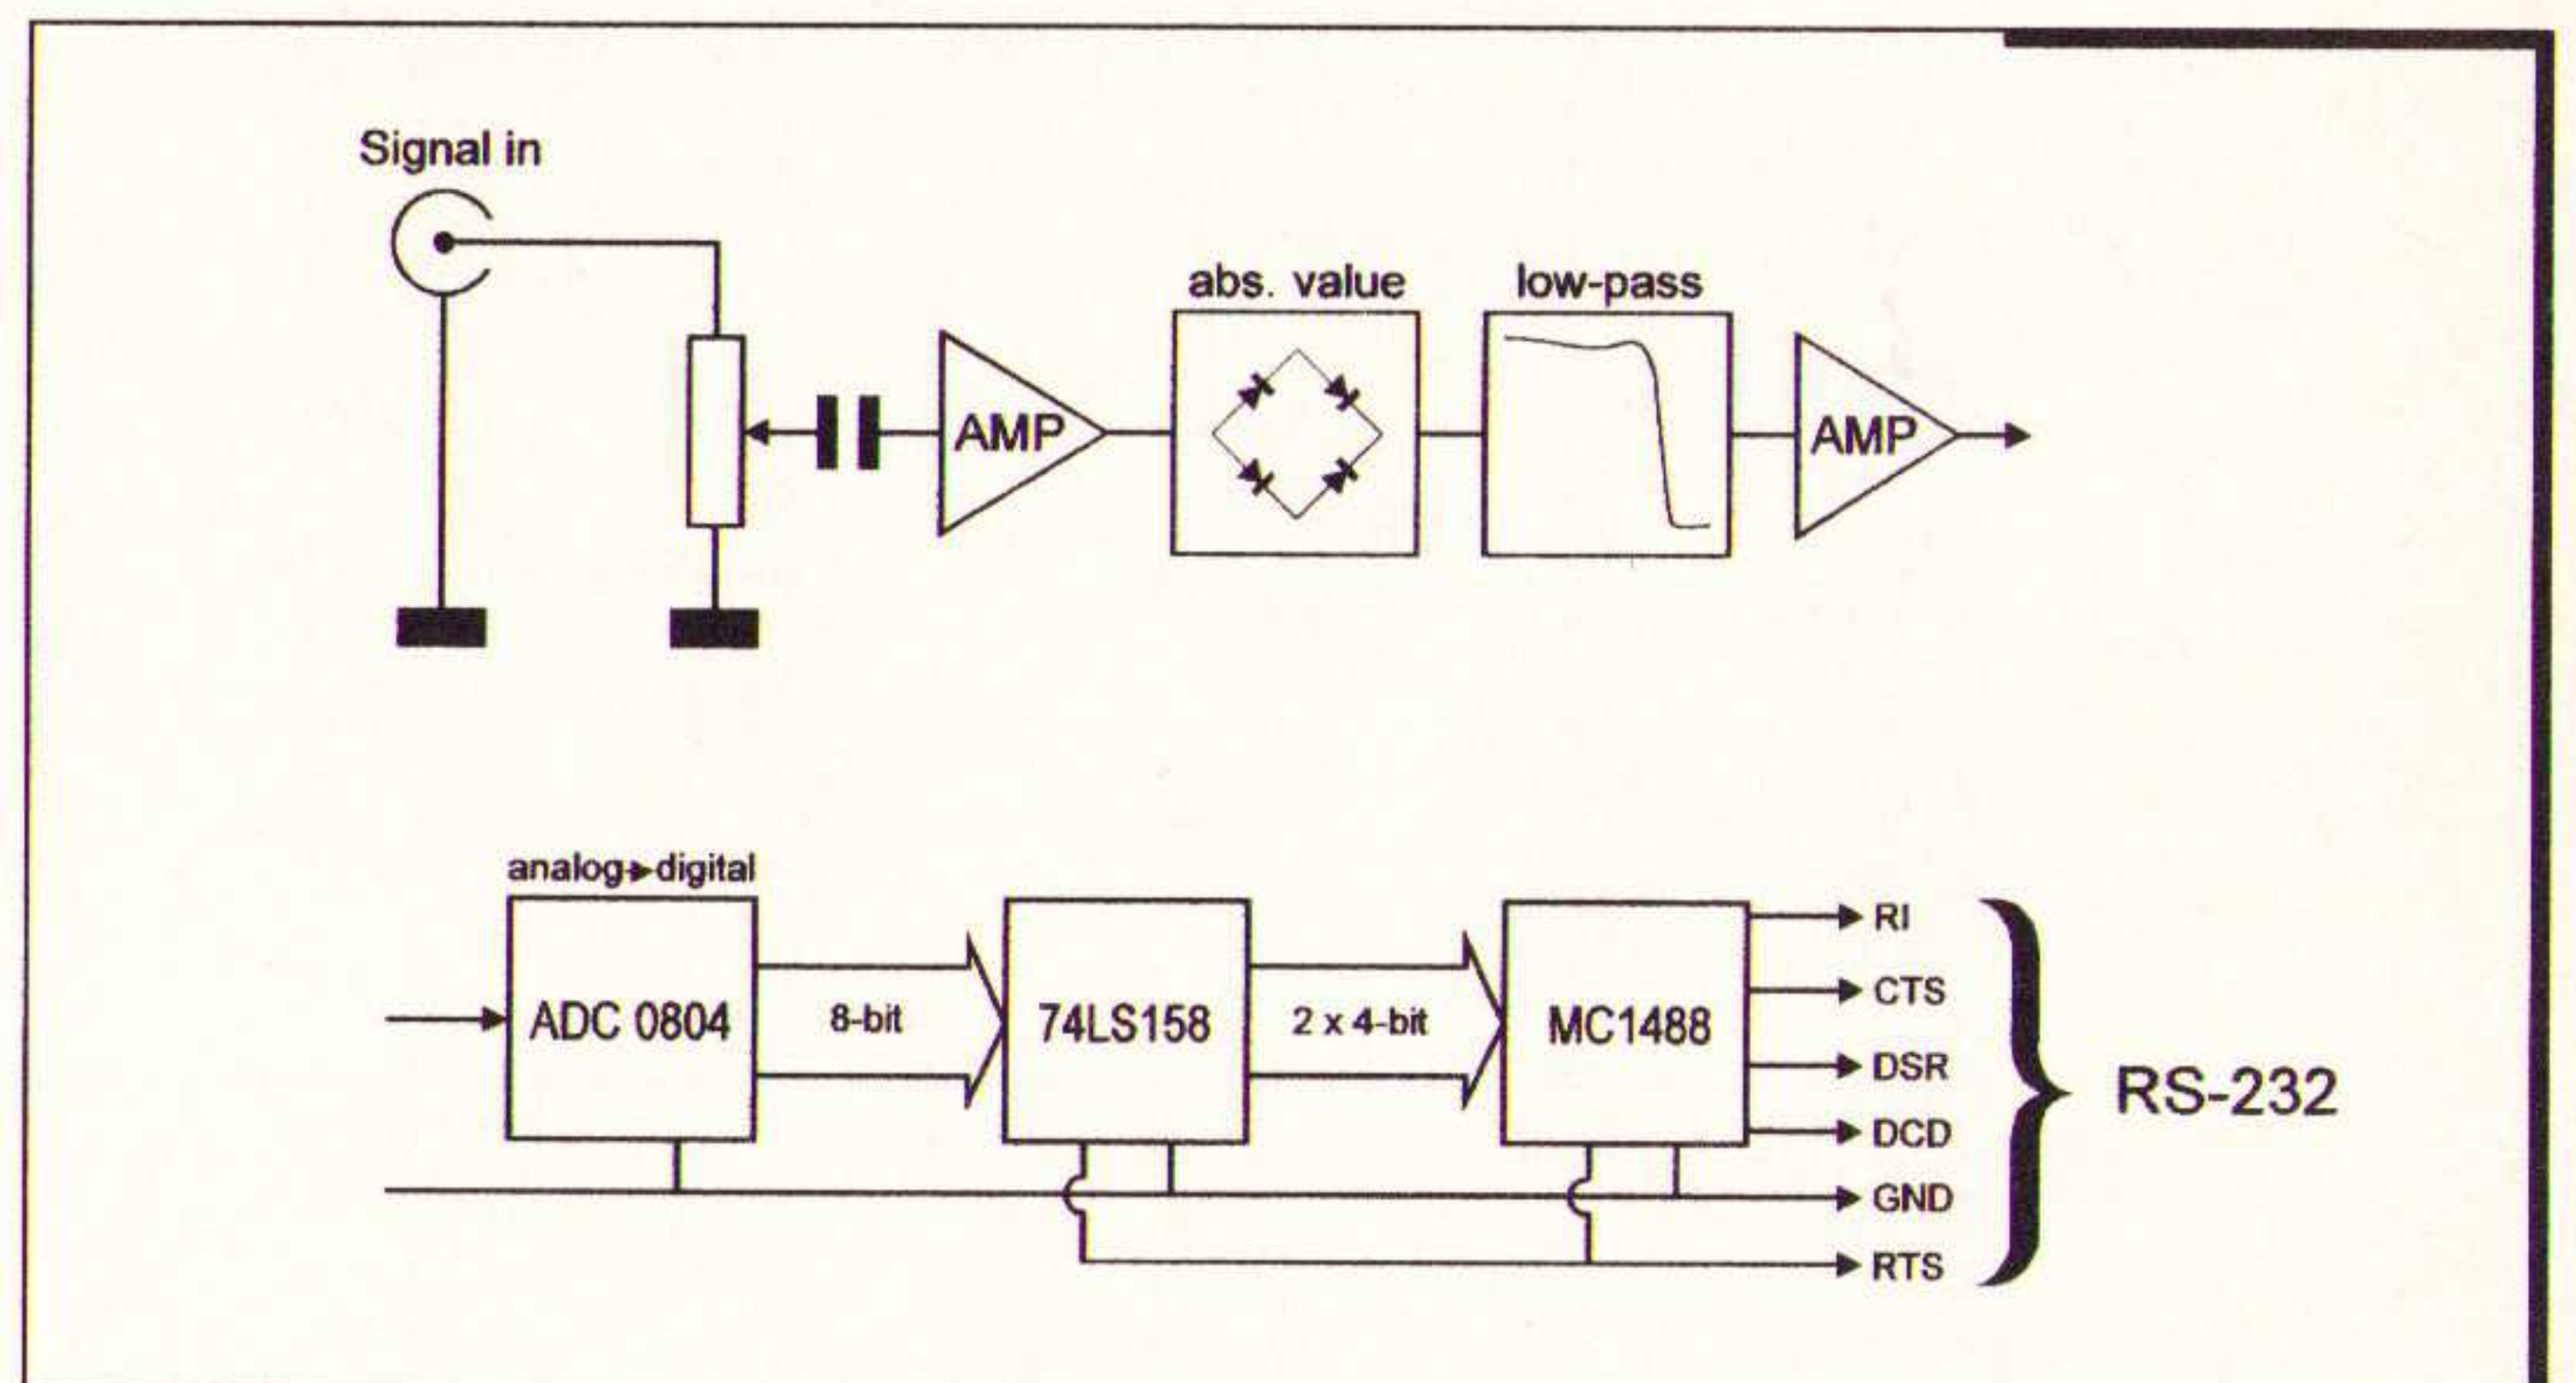
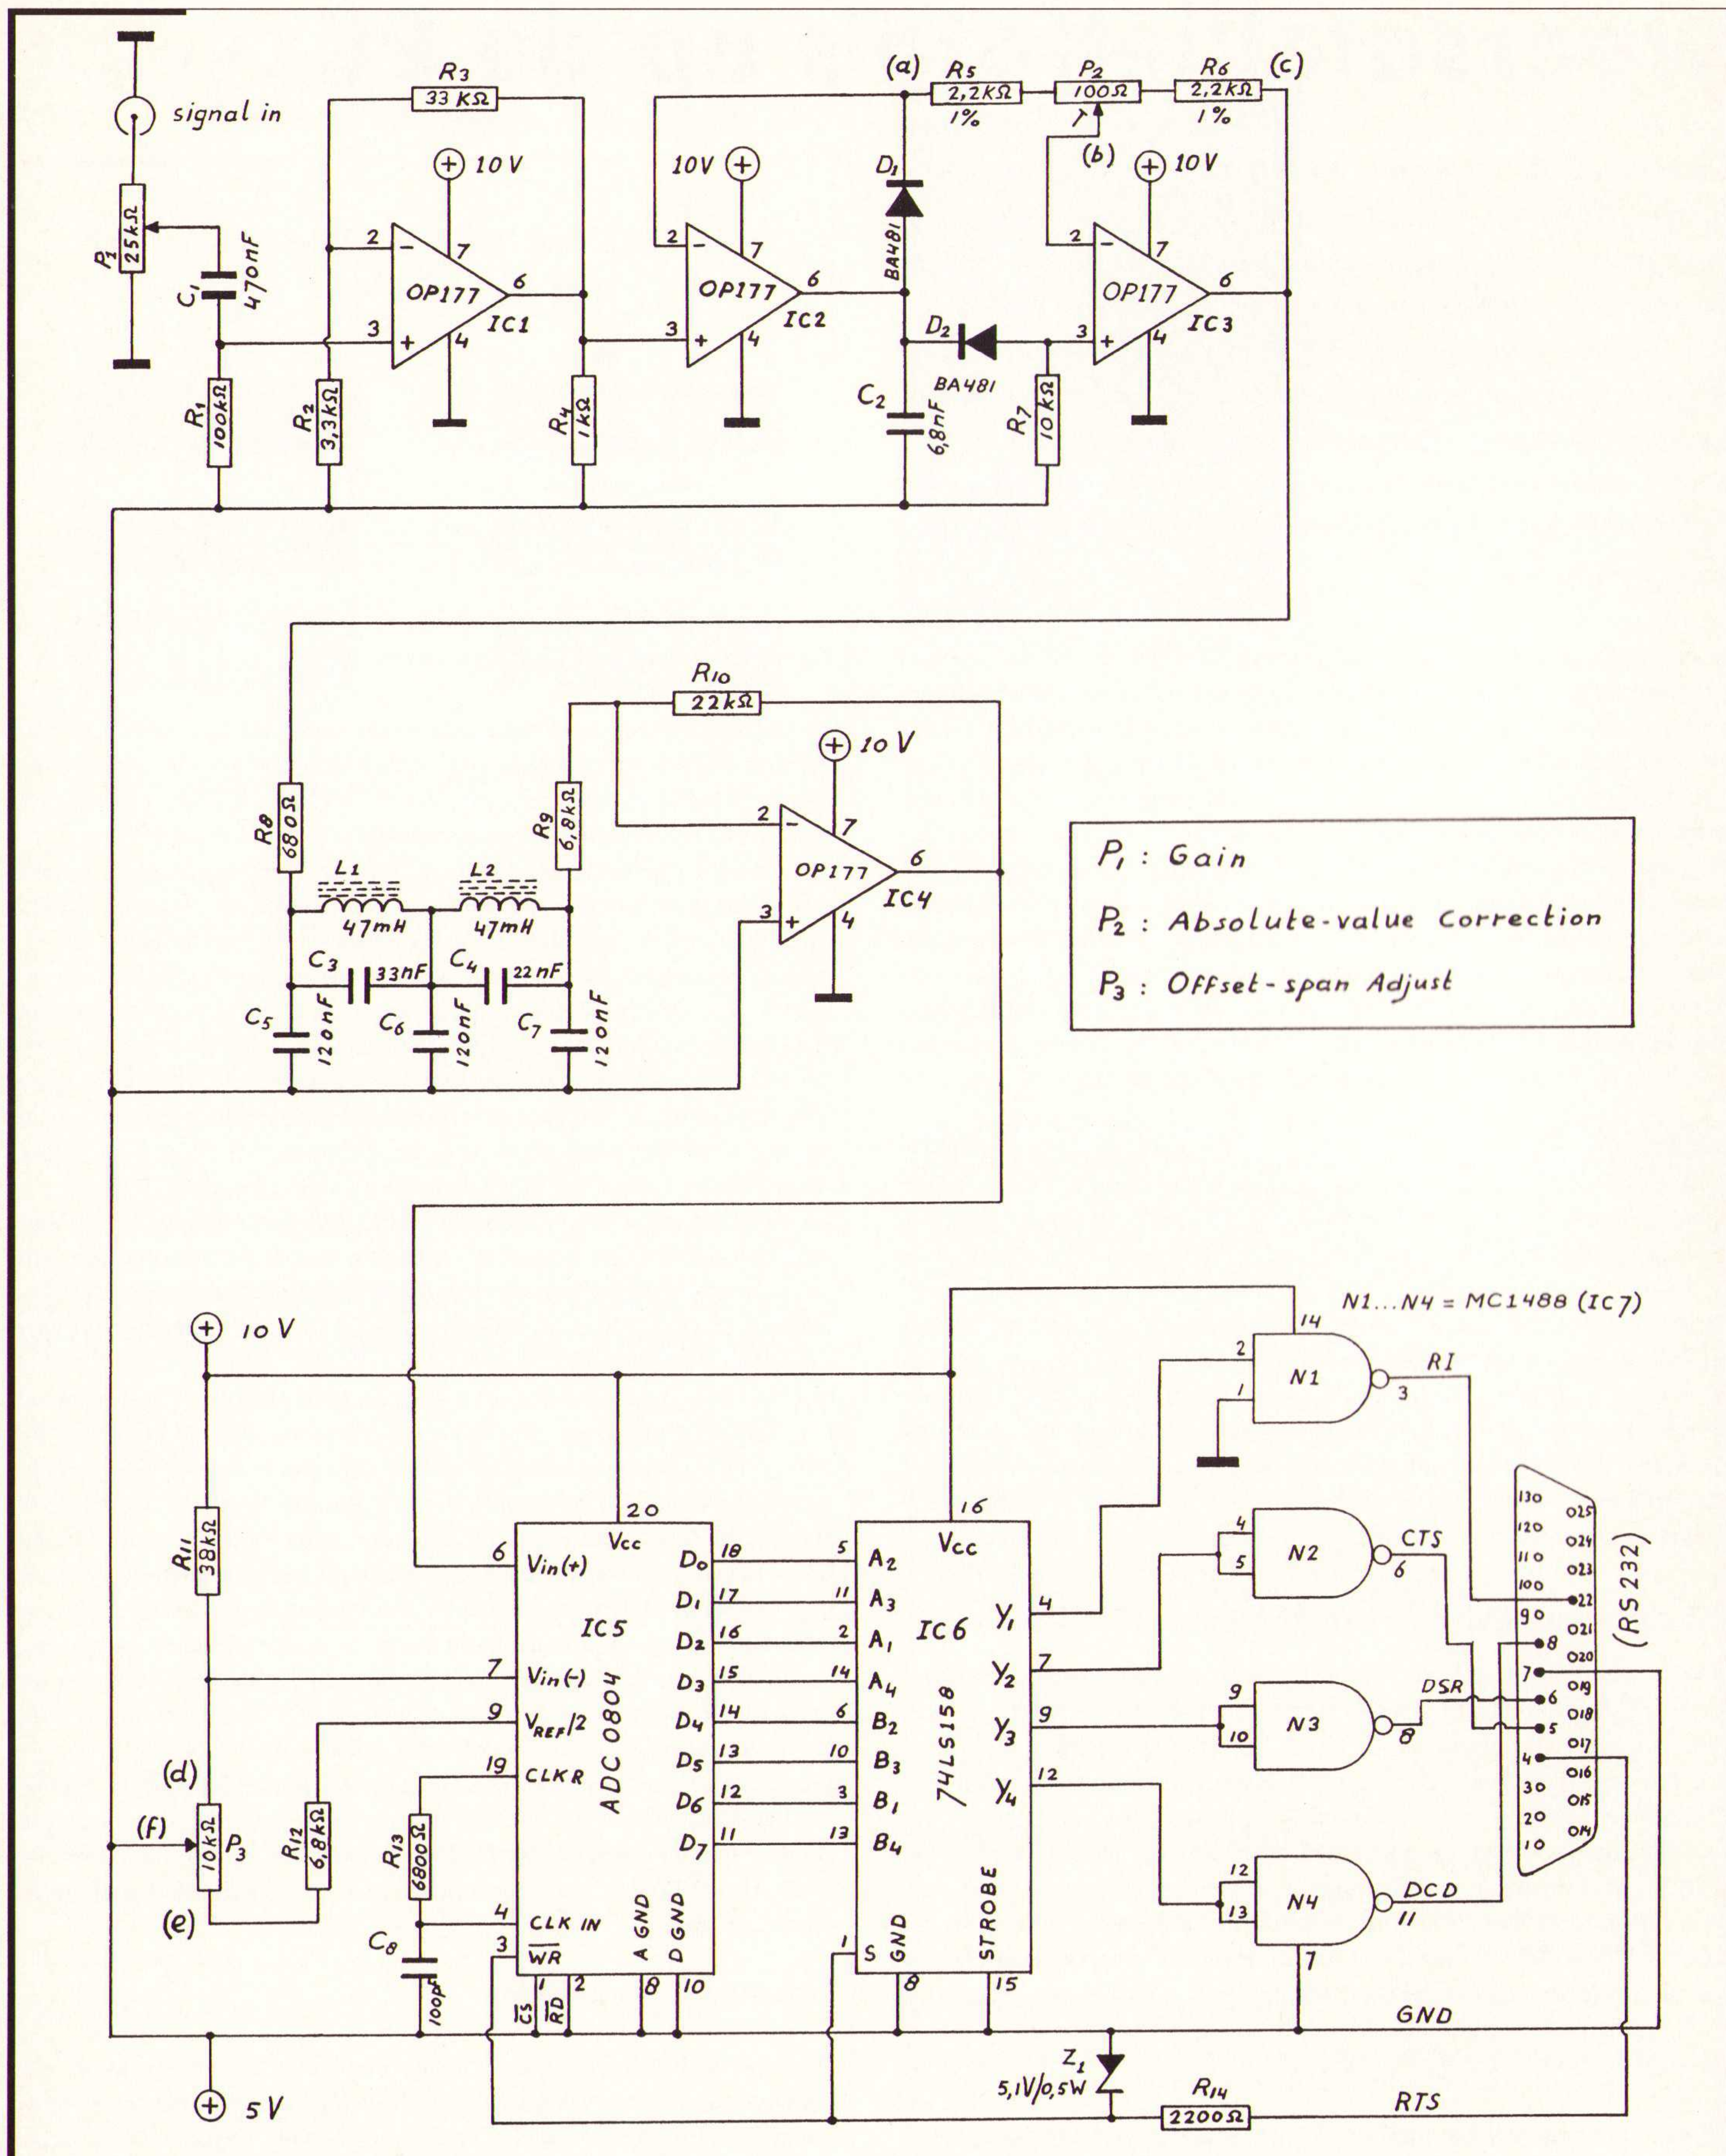

Fig. 1 Blokdiagram computerinterface voor JV-FAX.
Fig. 2 APT computerinterface voor JV-FAX
Signaalbewerking (zie fig. 1 en 2)
Aan de voorzijde van de behuizing moeten de schakelaar voor de voeding, P₁ en P₃ worden gemonteerd (zie afb. 1). Aan de achterzijde moet de plug voor de 12 Volt voeding komen en de D-25 connector voor de verbinding met de RS-232 poort van de computer (zie afb. 2).
Het afregelen van de interface is heel eenvoudig. Met behulp van P₂ moet de weerstand tussen de punten (a) en (b) precies gelijk worden ingesteld aan de weerstand tussen (b) en (c) zodat R_{ab} = R_{bc} (zie fig. 2). Het beste is om hierbij een digitale multimeter te gebruiken. Tenslotte moet als laatste ook IC3 op de print worden gemonteerd.
6. Het kwantificeren gebeurt lineair. Aldus is de instelling van P3 alleen afhankelijk van het type weersatelliet en niet afhankelijk van de signaalsterkte uit gebruikte weersatellietontvanger. Als de juiste instelling voor een bepaald type weersatelliet is gevonden, dan kan deze instelling dus worden gemarkeerd met de satellietnaam bij de knop van P3 op het front van de behuizing (zie afb.1).